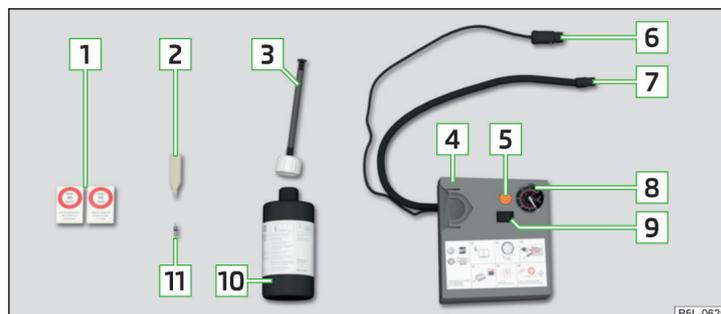

Fig. 248 Schéma du principe : Composants du kit de dépannage
Composants du kit » fig. 248
- Collez l'autocollant  » fig. 248 à la page 239 correspondant sur le tableau de bord dans le champ de vision du conducteur.
- Secouez énergiquement le flacon de produit de colmatage des pneus  » fig. 248 à la page 239 pendant quelques secondes.
- Vissez fermement le flexible de gonflage des pneus  » fig. 248 à la page 239 du gonfleur sur la valve du pneu.